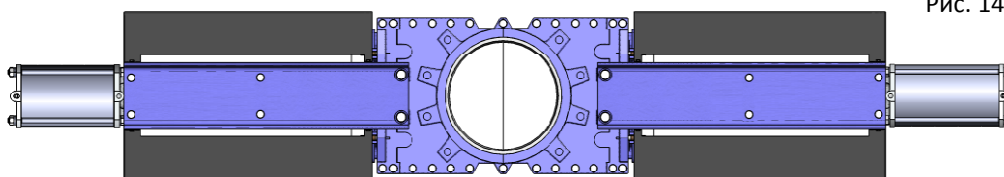

Рис. 14
**3- Удлиненные опорные пластины:** Если требуется небольшое удлинение, его можно получить за счет удлиненных опорных пластин. Для удлинения пластин можно установить промежуточную направляющую траверсу. (Рис. 14).